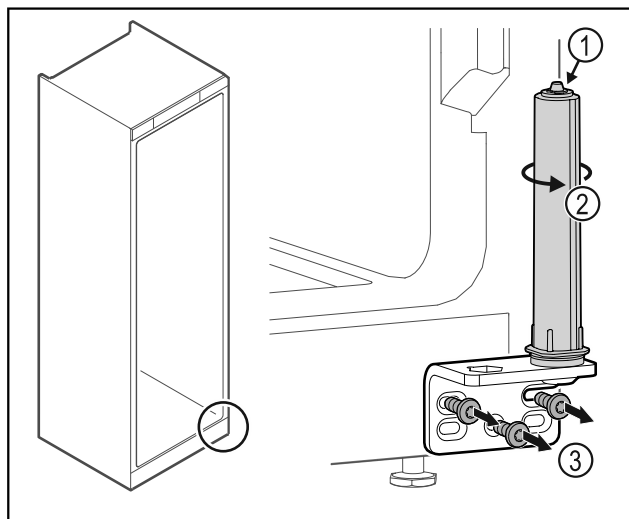

Fig. 51
- ▶ Ne rastavljajte sustav zatvaranja vrata Fig. 51 (1).
- ▶ Okrećite sustav zatvaranja Fig. 51 (2) dok ne klikne.
- ▶ Odvrnite kutne šarke Fig. 51 (3).